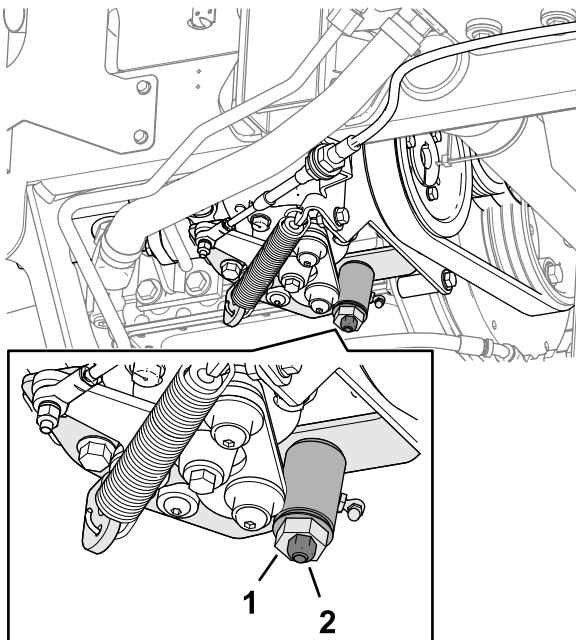

Bild 74
3. Lockern Sie die Sicherungsmutter an der Fahrantriebs-Einstellnocke (Bild 74).